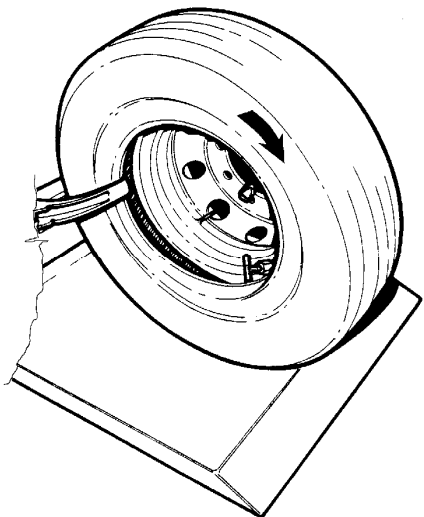

Abb.34
2. Den Montagehaken so einsetzen, da er innen in ca. 1,5 cm (1/2) Abstand zum Felgenrand steht und nach oben ca. 1 cm (1/2) Abstand hat. Die Spannvorrichtung im Uhrzeigersinn drehen. Normalerweise genügt 1/4 Drehung, um den ersten Wulst zu montieren (Abb.34).